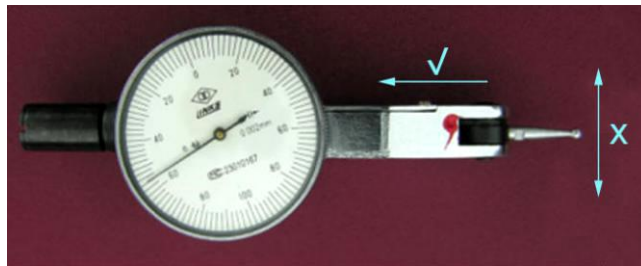

图 3-13 测杆允许的运动方向
(1) 不能用表去测量表面粗糙的毛坯工件或凹凸变化量很大的工件，以防过早损坏表的零件。
(2) 测量前必须检查联接销与表体是否联接牢固、可靠。否则，联接销松动会使表从表架上滑落，从而造成表的损坏，或造成更加严重的后果。
(3) 测量时，测杆的移动不宜过大，更不允许超量程使用，以防表的零件损坏或影响精度。
(4) 测量过程中，应尽可能避免使表架杆悬伸过长，以防把表架杆的长度变形误差引入被测误差值中。
(5) 测量过程中应保证测杆沿着测杆轴线的方向运动，如图 3-13 中的“√”所示的方向。若运动方向如图 3-13 中的“×”所示的方向所示，会造成测杆折断。